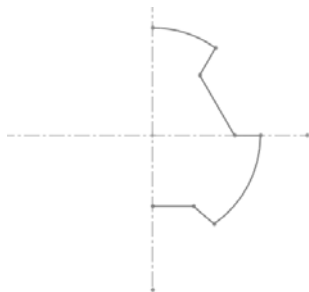

图 2-100 绘制草图
**04** 绘制草图。单击“草图”工具栏中的“直线”图标按钮和“圆”图标按钮, 绘制如图 2-100 所示的草图。